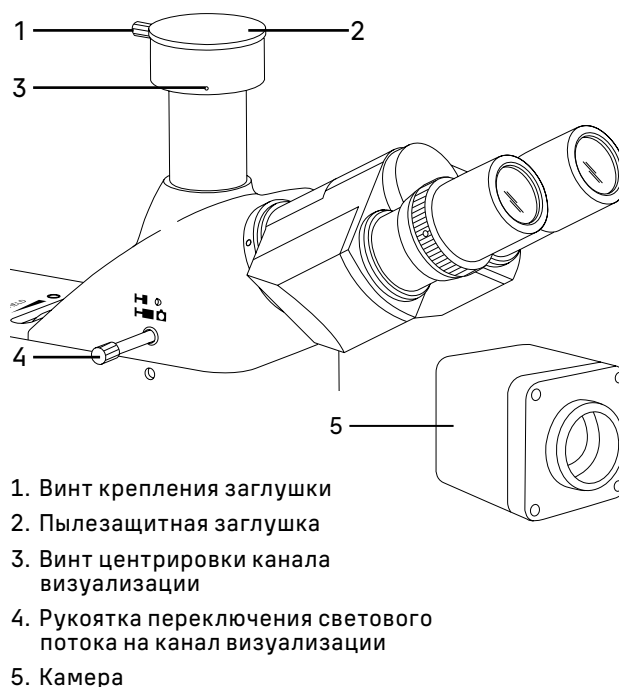

Рис. 13. Использование канала визуализации
Конструкция микроскопа предусматривает наблюдение объекта через окуляры и фотографирование объекта. Цифровая камера устанавливается в вертикальный тубус с каналом визуализации 22 (рис. 1), расположенный на верхней стороне тринокулярной насадки. В нерабочем состоянии он закрыт пылезащитной заглушкой 2 (рис. 13). Переключение на канал визуализации осуществляется при помощи рукоятки 4 (рис. 13). Рукоятка располагается с левой стороны тринокулярной визуальной насадки.
- Ослабьте винт крепления заглушки 1 (рис. 13). Уберите пылезащитную заглушку 2 (рис. 13) из вертикального выхода.
- В комплекте микроскопа есть переходник под крепление C-mount. Соедините камеру 5 (рис. 13) с переходником.
- Установите камеру 5 (рис. 13) в канал визуализации и закрепите ее винтом 1 (рис. 13).
- Выдвиньте рукоятку переключения светового потока 4 (рис. 13) до упора. Крайнее выдвинутое положение соответствует работе без использования канала визуализации.
- Включите камеру 5 (рис. 13) согласно инструкции, настройте изображение.
Если есть жесткое требование по синхронизации изображения в окулярах и камере (совпадение между центром и направлением изображения), необходимо отрегулировать канал визуализации при помощи трех винтов центрировки 3 (рис. 13).
- Установите рукоятку переключения светового потока 4 (рис. 13) в положение для наблюдения через окуляры. Наблюдая объект через окуляры, найдите отличительную точку в поле зрения (легко идентифицируемую цель, такую как точка S на рис. 14а), переместите объект на предметном столике так, чтобы данная точка находилась в центре поля зрения как показано на рис. 14b. Для этой процедуры вместо обычного объекта исследования удобно использовать специальный калибровочный слайд с перекрестием, а вместо обычного окуляра – окуляр с перекрестием.
- Вытяните рукоятку переключения светового потока 4 (рис. 13) в положение для фотографирования. Посмотрите объект наблюдения на экране монитора или дисплея, проверьте, находится ли изображение идентифицируемой цели в центре поля зрения. Если изображение цели отклоняется от центра поля зрения, отрегулируйте три винта центрировки 3 (рис. 13) на канале визуализации, чтобы сместить идентифицируемую цель к центру.
- Подвигайте образец и проверьте, переместилось ли изображение образца на мониторе или на экране дисплея в том же направлении, что и перемещался образец. Если изображение сдвигается в другом направлении, необходимо отрегулировать положение камеры. Ослабьте крепежный винт 1 (рис. 13), разверните камеру 5 (рис. 13) так, чтобы сделать отображаемое направление изображения в линию вдоль с направлением движения предметного столика, затем закрепите винт.